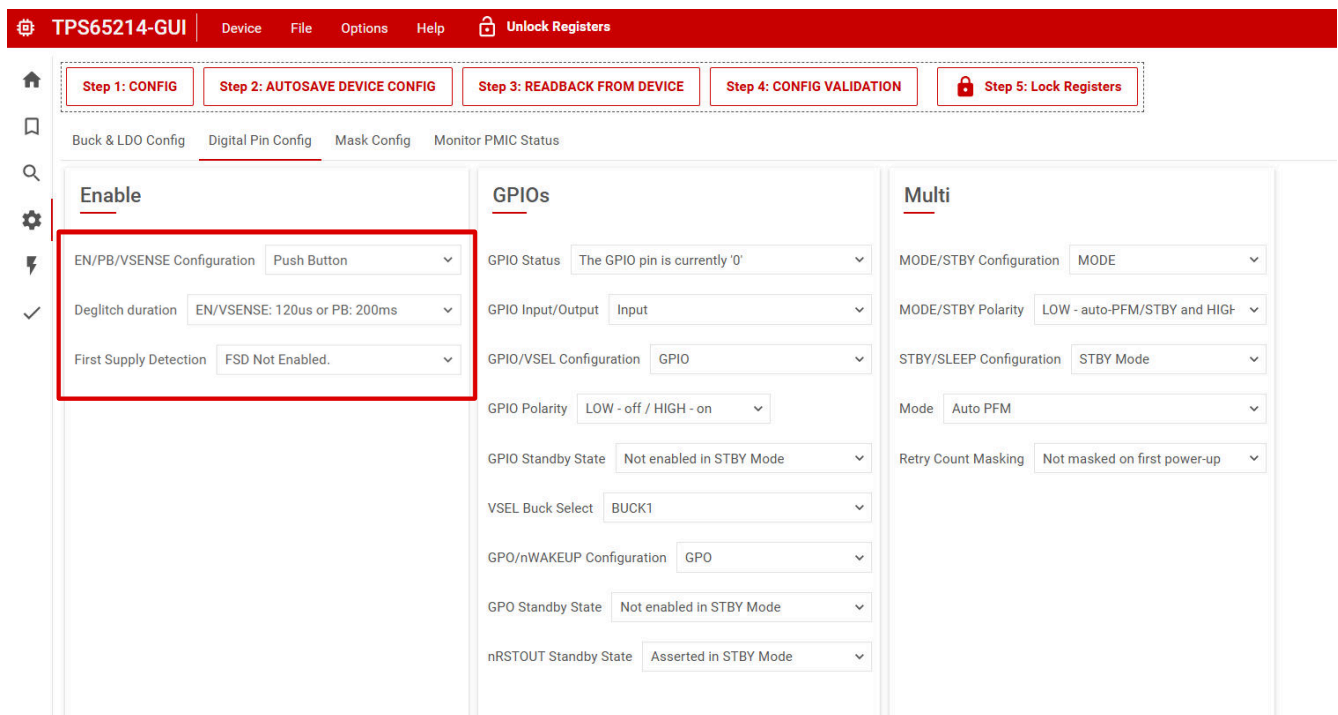

图 5-6. 使用 TPS65214-GUI 的 EN/PB/VSENSE 配置
- 图 5-6 显示了使用 TPS65214-GUI 的配置选项卡时要更改的设置。